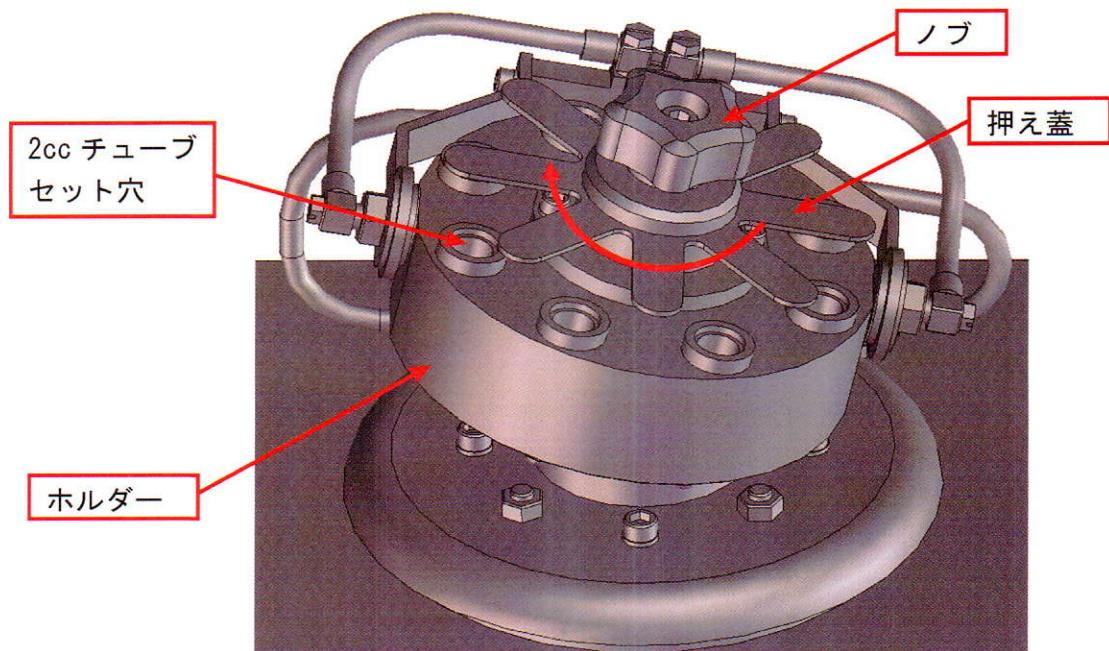

図 4-1. ホルダー(ホルダー : 冷却仕様)
2. 本体の扉を開けて下さい。扉を開けると図 4-1 の様なホルダーがあります。
3. 図4-1のノブを緩めて押え蓋を矢印の方向に回して下さい。